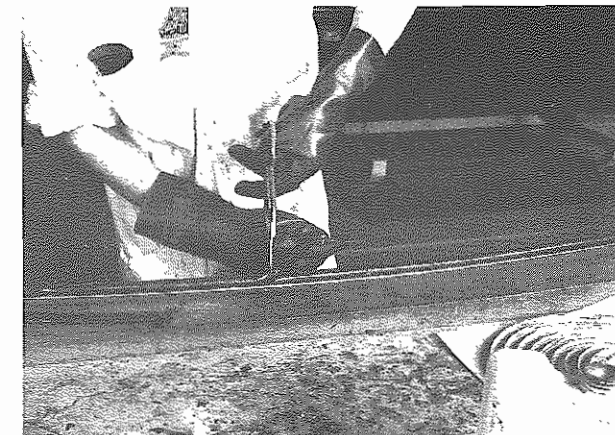

Fig. 32 - Liberare i terminali cavi di riscaldamento
- Applicarlo sulla cornice (**Fig. 29-30-31**). Rinforzare gli angoli con aggiunte di sigillante. Maneggiare il prodotto con guanti di gomma. Liberare i terminali cavi di riscaldamento (**Fig. 32**).
- Apply it on the molding (**Figs. 29-30-31**). Strengthen the corners with additional sealing. Handle the product with rubber gloves. Free heating cables terminals (**Fig. 32**).